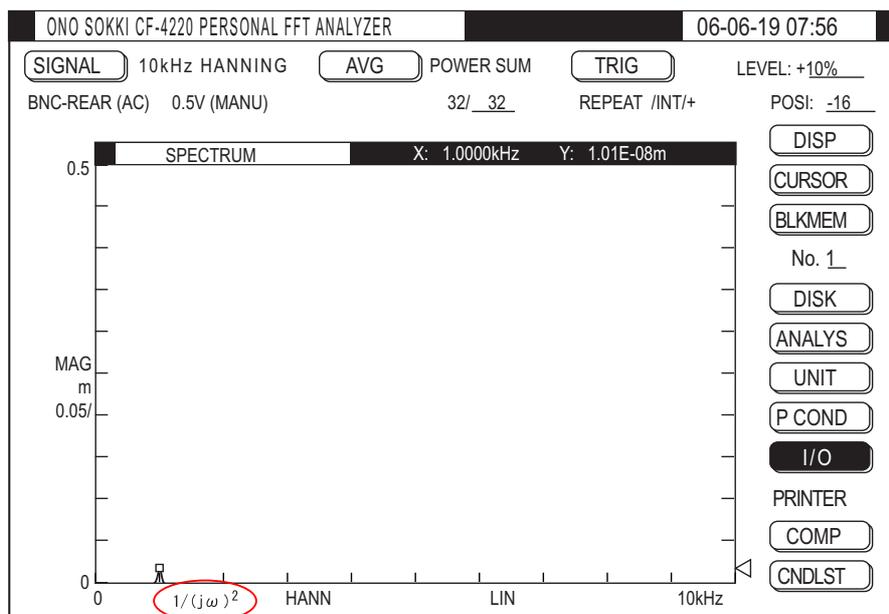

図 25
- (10-3) 「 $1/(j\omega)^2$ 」にジョグカーソルを合わせ、SELECT スイッチを押すと、「ANALYSIS」 ページの「FUNCTION : $1/(j\omega)^2$ 」が表示されます。Y 軸の単位が m/s^2 から m に変わります。（図 25 参照）
(11-1) Y 軸のスケール上限値 (図 25 の例で **【0.5】**) にカーソルを合わせ、SELECT スイッチを押し、「SCALE」ページを開きます。